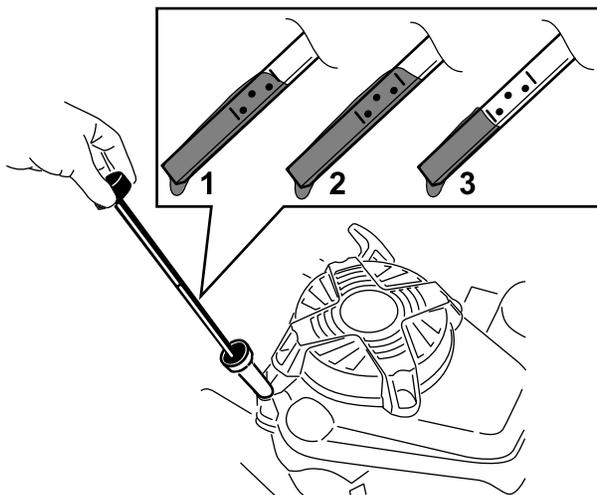

Figura 13
2. Retire la varilla girando el tapón en el sentido contrario a las agujas del reloj y tirando del mismo (Figura 13).
5. Observe en la varilla el nivel de aceite (Figura 13).
- Si el nivel de aceite de la varilla es demasiado bajo (Figura 13), vierta con cuidado una pequeña cantidad de aceite detergente SAE 30 o SAE 10W-30 en el tubo de llenado, espere 3 minutos, y repita los pasos 3 a 5 hasta que el aceite de la varilla llegue al nivel correcto. Consulte el tipo correcto de aceite en Cómo cambiar el aceite del motor \(página 20\).
- Si el nivel de aceite de la varilla es demasiado alto (Figura 13), drene el exceso de aceite hasta que el nivel de aceite en la varilla sea correcto; consulte Cómo cambiar el aceite del motor \(página 20\).